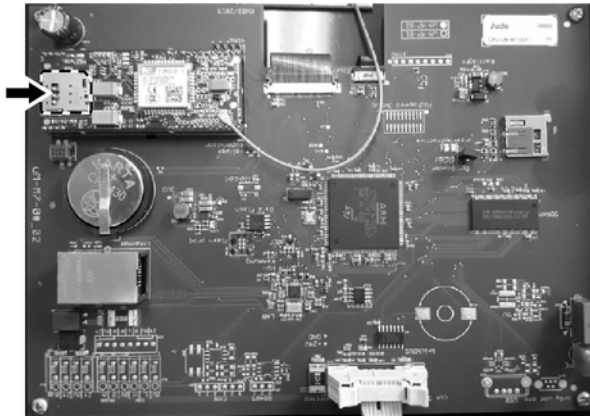

Abb. 15: Micro-SIM einlegen
- Micro-SIM-Karte vorsichtig in Pfeilrichtung bis zum Anschlag mit den Kontakten nach unten einführen (Abbildung 15).